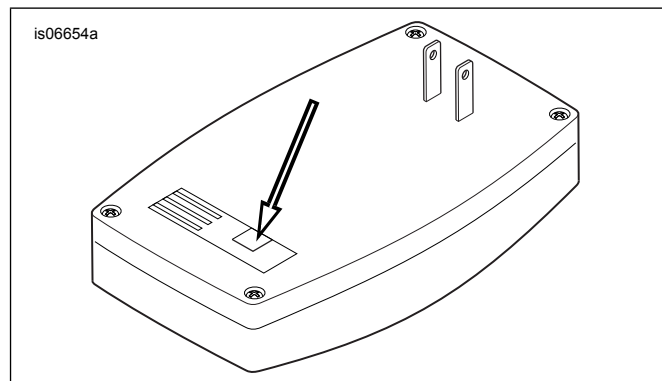

Abbildung 2. Garagentoröffnerempfänger, Rückansicht
7. Siehe Abbildung 2 >. Den Steckverbinder der Harley-Davidson Garagentoröffner-Empfängerkabel an die Buchse auf der Rückseite des Harley-Davidson Garagentoröffnerempfängers anschließen.